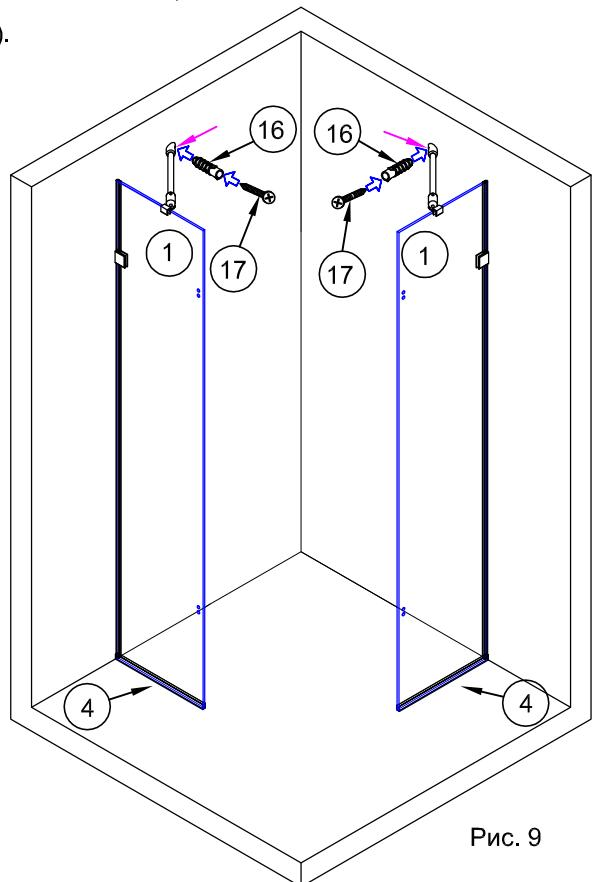

Рис. 9
3.2. Установить собранные штанги на стеклянные панели (рис.9).
3.3. Отметить через отверстия в держателях №13 места сверления отверстий под дюбели (рис.9). Убрать штанги в сторону.
Вставить в отверстия дюбели №16. При необходимости использовать молоток. (рис.9)